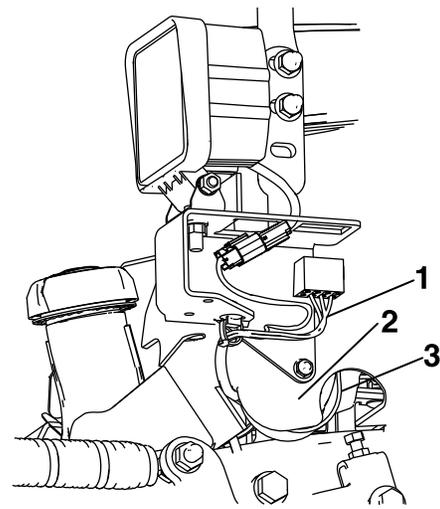

Figure 4
9. Faites remonter le côté gauche du faisceau sous le support de la commande de déplacement et faites-le passer par dessus le tube du cadre. Veillez à bien faire passer le faisceau sous le ressort de retour au point mort, comme montré à la Figure 4.